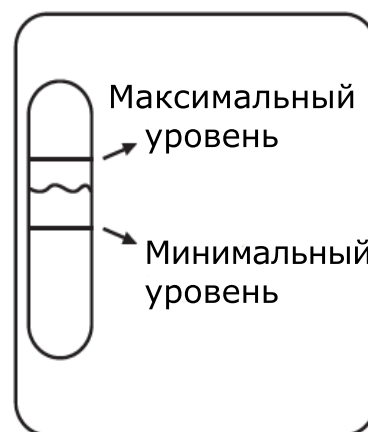

Рис.7.3
3) Заполните резервуар для воды в корпусе ингалятора, освободившийся после извлечения из него чашки для лекарственного средства, чистой или дистиллированной водой до указанного уровня (между двумя метками индикатора уровня воды на корпусе ингалятора). (Рис.7.3).
(Рис.7.3.)